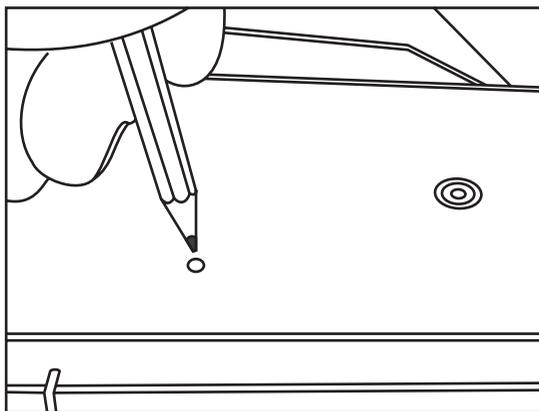

Рис. 2
- включить изделие, переведя выключатель питания в положение включено (символ ), и нажать один раз на кнопку на нижней части корпуса сетевого фильтра. См. рис.2.Отключение функции управления сигнализируется двукратным миганием светодиодного мультииндикатора зеленым цветом. При всех последующих включениях сетевого фильтра мультииндикатор будет сигнализировать об отключенной функции **Master Control** двукратным миганием зеленым цветом. Активизация функции **Master Control** осуществляется как указано выше.